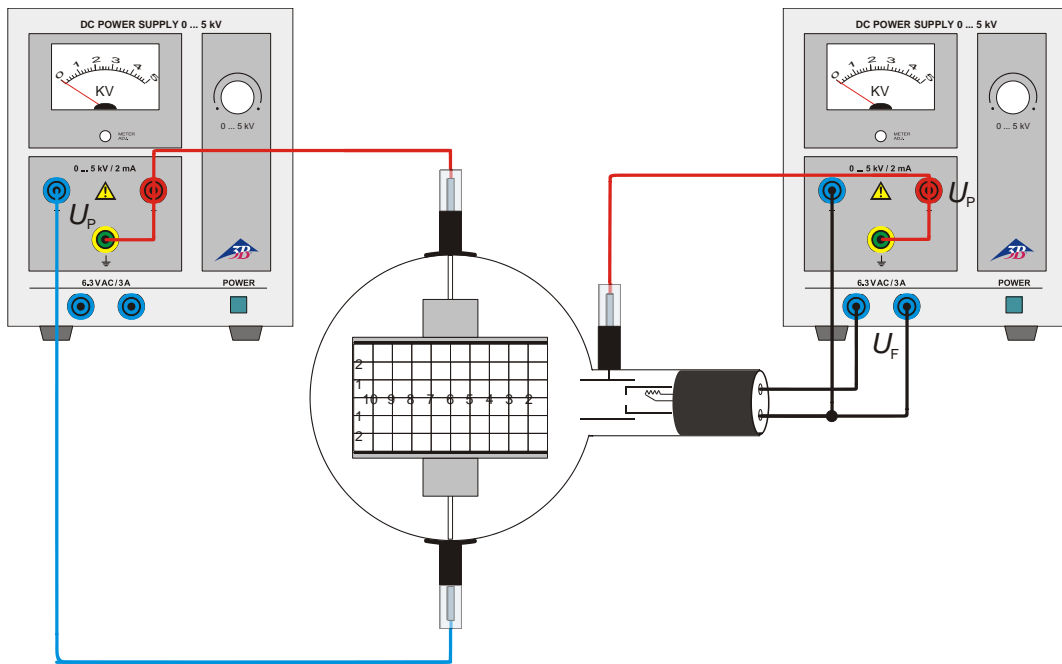

Fig.3 Desvio elétrico
- Montagem da experiência conforme fig. 3.